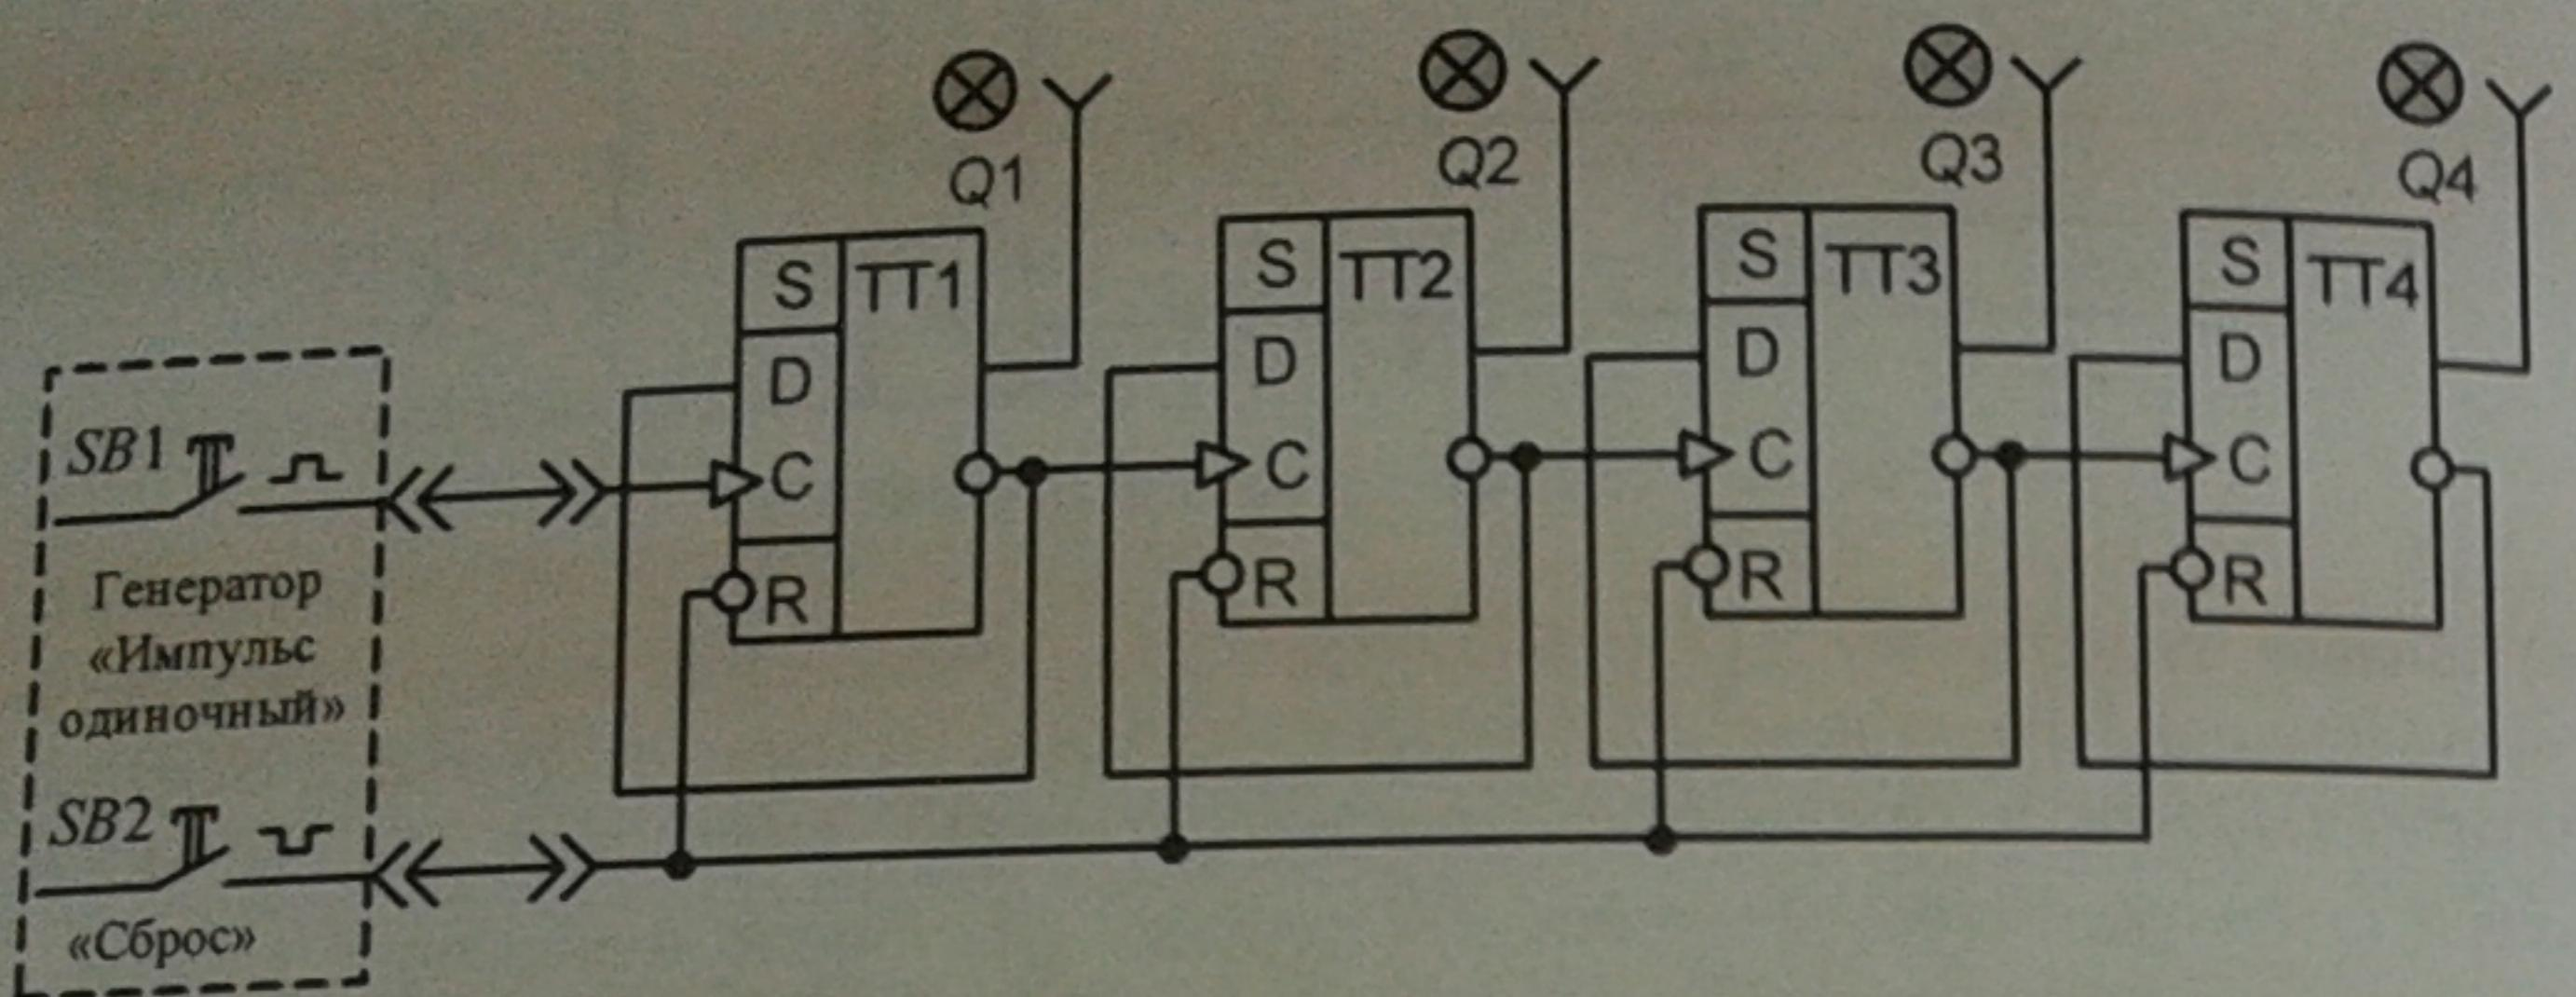

Рис. 4. Схема соединений для исследования асинхронного четырехразрядного двоичного счетчика
- составить таблицу состояний асинхронного четырехразрядного двоичного счетчика. Для этого собрать схему в соответствии с рис. 4, подключив выходные гнезда генератора «Импульс одиночный» к синхронизирующему  $C$  и  $R$  входам счетчика. Включив питание модуля, установить все разряды счетчика ( $Q_1 - Q_4$ ) в исходное (нулевое) положение. Для этого нажать на кнопку  $SB_2$ , и подать сигнал логического «0» на входы  $R$  всех триггеров. Составить таблицу состояния счетчика (табл. 3), периодически нажимая на кнопку  $SB_1$ , формирующей одиночные положительные импульсы ( $\sqcup$ ) на входе  $C$  счетчика. Состояния выходных разрядов